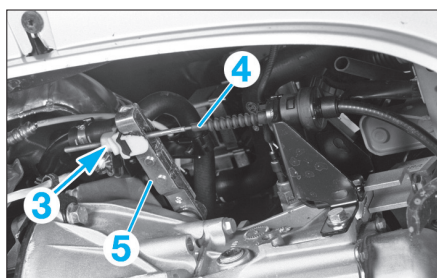

Fig. 4
- Dévisser la bague de réglage de tension du câble de débrayage (3) (Fig.4).